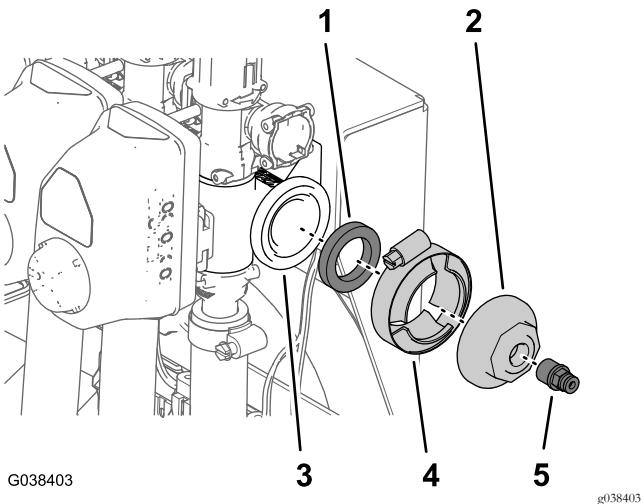

图87
1. 卸下将垫片和端盖固定到右喷洒阀法兰上的法兰夹具 图87。
2. 从端盖的端口取下管道连接器 图87。